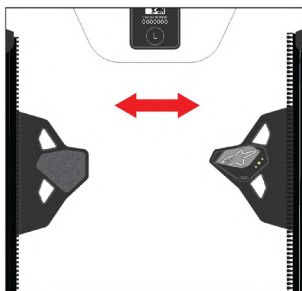

Figura 13: Cómo apagar el Sistema
Para mantener el Sistema apagado, mantenga la Solapa Frontal (3) abierta y desabrochada como se muestra en la Figura 13. Mantenga siempre el Sistema en esta condición mientras esté guardado, se transporte o se envíe.
¡ADVERTENCIA! Apague SIEMPRE el Sistema abriendo la Solapa Frontal (3) como se muestra en la figura 13 mientras no conduzca una motocicleta, aunque siga llevando puesto el Sistema. A pesar de que el Sistema ha sido evaluado para una serie de actividades no relacionadas con la conducción, mantener el sistema encendido y/o activo aumenta la posibilidad de un despliegue no deseado, además de agotar la batería.